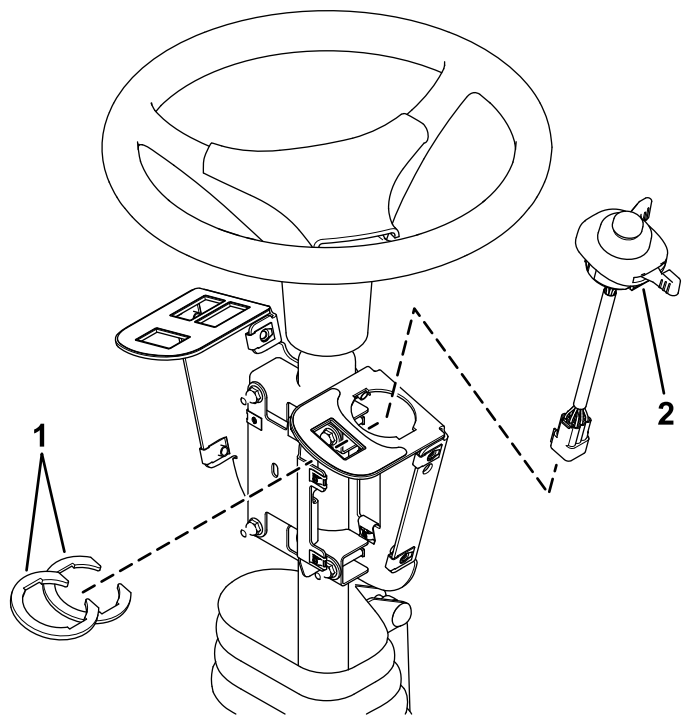

Рисунок 5
2. Установите многофункциональный переключатель на крепление переключателя и закрепите его с помощью зажимов переключателя, расположив их ниже отверстия под переключатель (Рисунок 5).